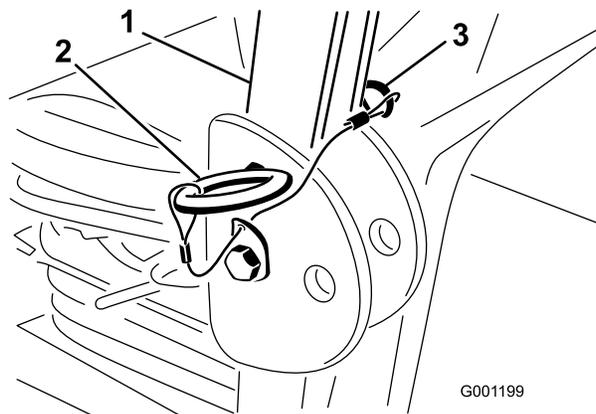

図 30
1. ROPSバーを降ろすには、ヘアピンコッターを外して、ピン2本を抜き取る 図 30。
3. ピン2本を取り付け、ヘアピンコッターで固定する 図 30。
- ROPSバーを立てるには、ヘアピンコッターを外して、ピン2本を抜き取る 図 30。
- 横転保護バーを立て、ピン2本で固定し、ピンが外れないようにヘアピンコッターで固定する 図 30。